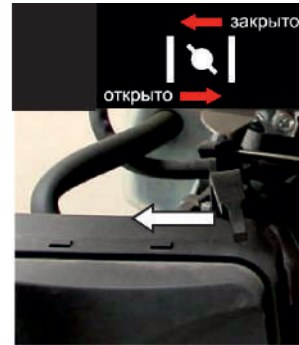

Рис. 12
2. При пуске холодного двигателя рычаг привода воздушной заслонки переведите в положение «Закрыто» (Рис. 12);